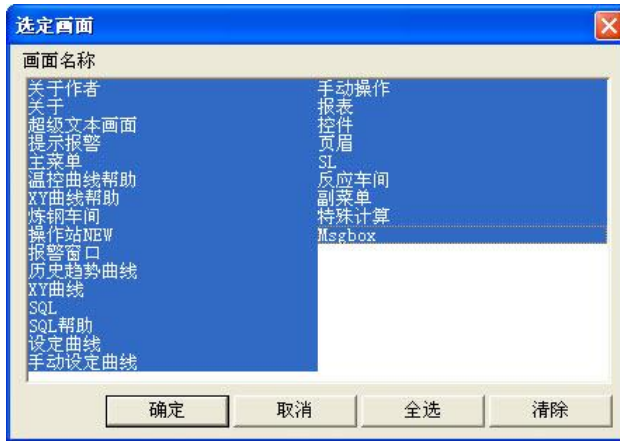

图 4.9 “选定画面”对话框
- 单击“画面”和“命令语言”后面“详细资料…”按钮可以对二者进行详细选择。单击“画面”—“详细资料…”按钮，弹出“选定画面”对话框。如图 4.9 所示。